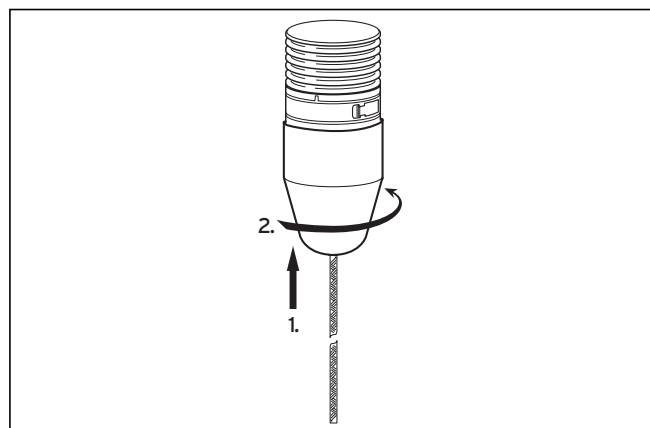

Рис. 5.39 Крепление монтажного устройства
- Закрепите монтажное устройство на вставном элементе (см. рис. 5.39). Ни в коем случае не пытайтесь протянуть гибкий дымоход через шахту без монтажного устройства!